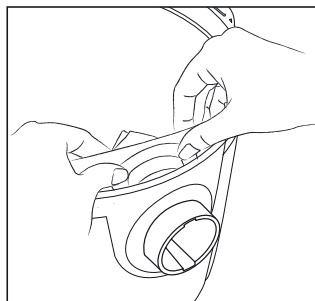

Fig. 10 – Colocando una bolsa de polvo nueva
- Encaje la abertura de la bolsa de polvo, en la conexión de la manguera, de acuerdo a lo mostrado en la Fig. 10;